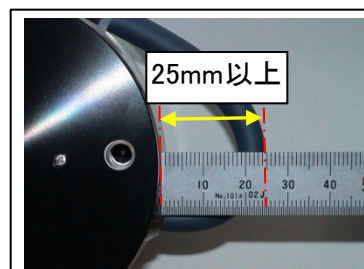

図5: ケーブル曲げ寸法
(4) 力覚センサケーブルの曲げ外径が25mm以上となるように結束バンドを矢印の方向に強く引っ張り、ケーブルを固定していきます。(図5参照)